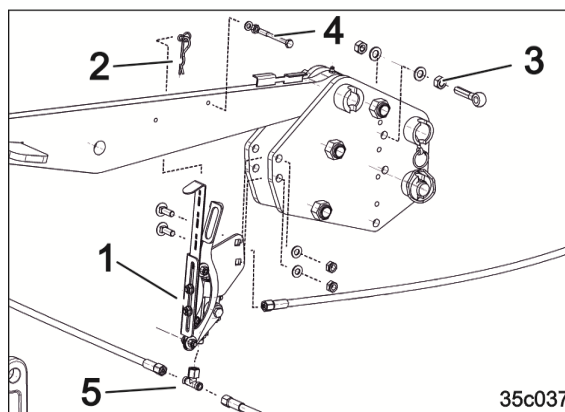

Bild 89
6. Lossa hydraulslangen från den monterade T-kopplingsdelen (Bild 89/5).
7. Skruva fast det förmonterade ventilfästet (Bild 89/1).
8. Anslut hydraulslangarna till den nya T-kopplingsdelen på ventilen (Bild 89/5).
9. Sätt fast den vita draglinan med linöglan på fästkroken (Bild 89/2).
10. Montera ögleskruven som linföring (Bild 89/3).
11. Montera manöverskruven på toppstången (Bild 89/4).